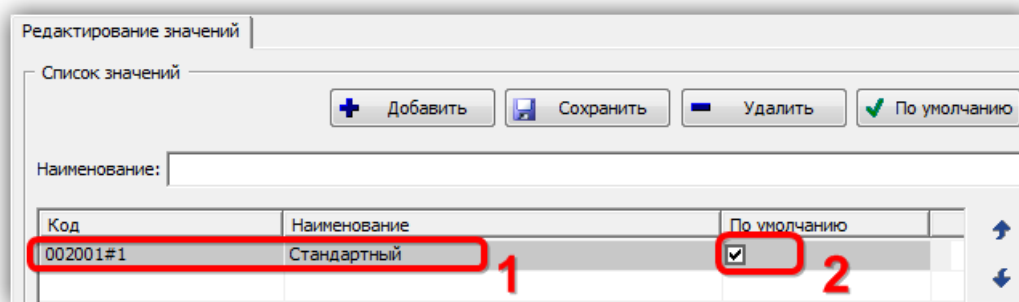

Рис. 10-148 – Значение опциона введено
6) Для задания первого значения опциона в области «Список значений» в поле «Наименование» ввести модификацию обратного клапана «Стандартный» и нажать кнопку «Добавить» (1 и 2 на рис. 10-148).